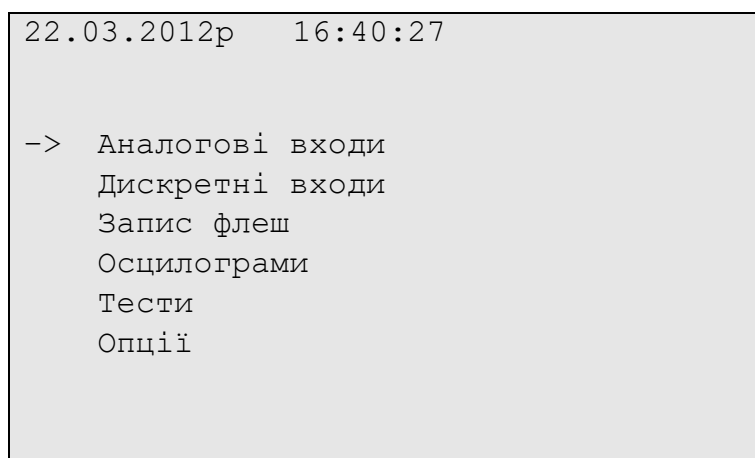

Рис. 3.7. Головне меню ПРИСТРОЮ
Після завершення самотестування ПРИСТРІЙ переходить в робочий режим і на його табло виводиться головне меню, рис. 3.7.
2. У полі **Дата/час** задають біжуче значення дати та часу. Натиснувши кнопку **Встановити** – у ПРИСТРІЙ пропишуться задані дата та час. А натиснувши кнопку **Системна дата/час ПК** – у ПРИСТРІЙ пропишуться біжучі значення дати та часу з ПК. Встановлені значення будуть відображені на табло ПРИСТРОЮ у верхньому рядку (див. рис. 3.7).